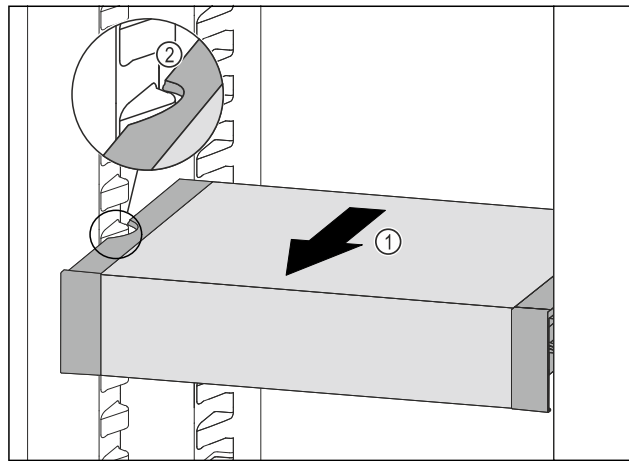

Fig. 88
- ▶ Tirer le VarioSafe vers l'avant Fig. 88 (1) jusqu'à ce que les encoches latérales du VarioSafe se trouvent au niveau de la nervure du bac dans la partie réfrigérateur. Fig. 88 (2)